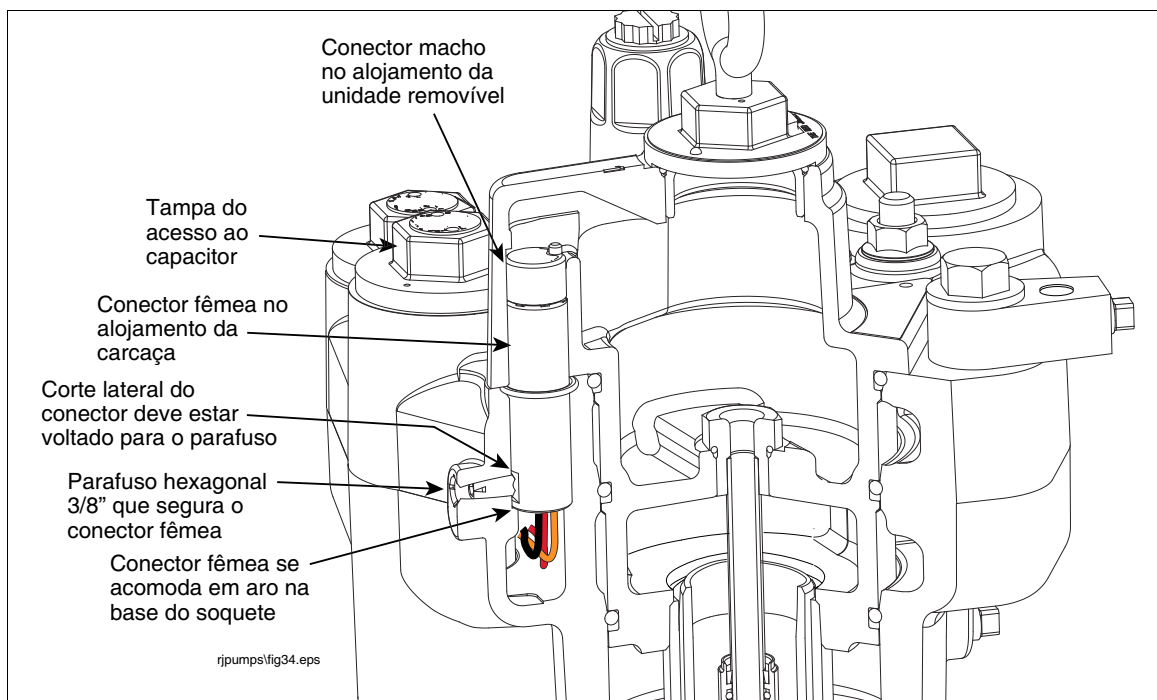

Figura 41. Localização do parafuso de retenção do conector fêmea
18. Usando uma chave allen de 3/16", gire o parafuso retenção que segura o conector fêmea uma volta e meia no sentido anti-horário, até que você consiga remover o conector (ver Figura 41). **Observação: Não tente retirar o parafuso de retenção.**